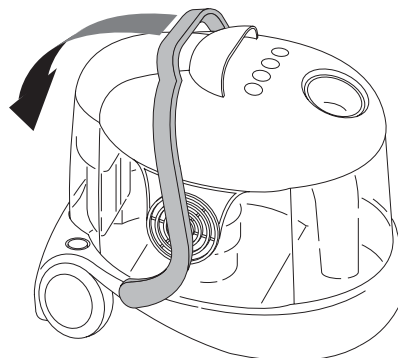

fig. 1
- Abbassare completamente la maniglia blocca testata T (fig. 1).